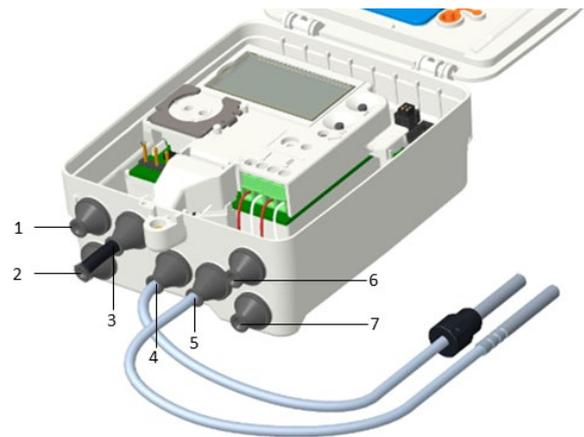
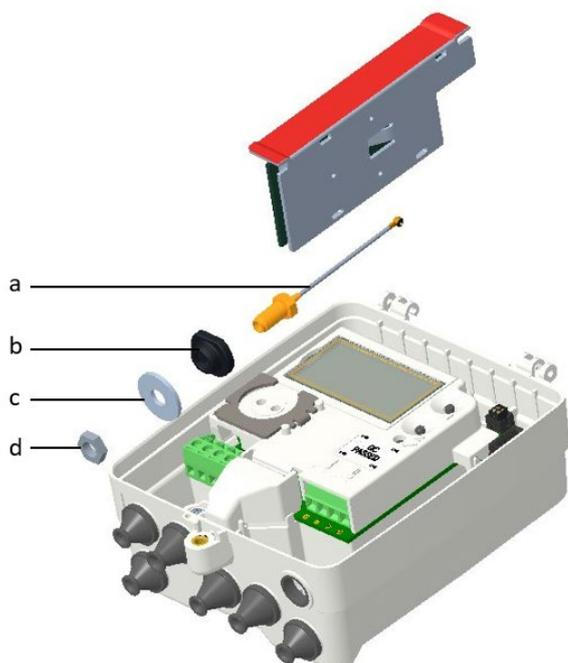

Abb. 2: Tüllen
Abb. 3: Zubehörteile externe Antenne
- Schneiden Sie die Gummitülle (Abb. 2; 6) bündig mit dem Gehäuse des Zählers ab.
- Entfernen Sie die Beilagscheibe und Mutter von dem Antennenanschluss (Abb. 3; a).
- Stecken Sie die Dichtung (Abb. 3; b) auf den Antennenanschluss (Abb. 3; a).
- Stecken Sie den Antennenanschluss (Abb. 3; a) von innen nach außen durch die Gehäuseöffnung (Abb. 2; 6).
- Stecken Sie die Beilagscheibe (Abb. 3; c) von außen auf den Antennenanschluss (Abb. 3; a) und verschrauben Sie diese mit der Mutter (Abb. 3; d).
- Schließen Sie das Kabel des Antennenanschlusses (Abb. 3; a) an das Funkmodul an.